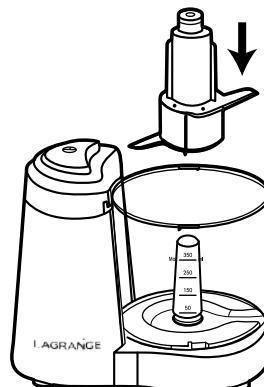

Abb. 2
- \* Setzen Sie die Schneideeinheit in die Schüssel für Nahrungsmittel (Abb. 2). Platzieren Sie die Schneideeinheit auf der Antriebsachse, indem Sie das obere Kunststoffende der Schneideeinheit bis zur vollständigen Einfügung ergreifen.